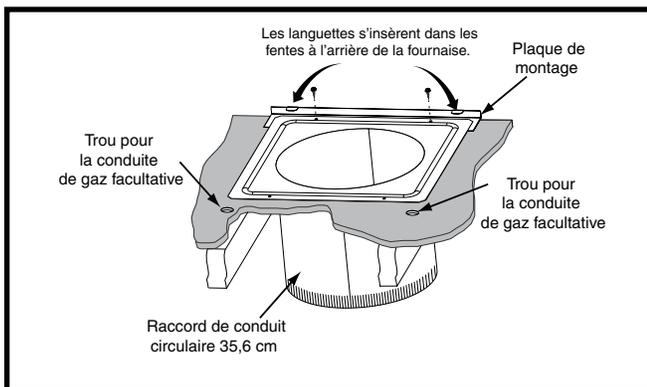

Figure 15. Raccord de conduit circulaire
2. Installez la plaque de montage (Figure 15 (page 17)) sous la surface arrière du raccord de conduit. **REMARQUE :** Assurez-vous que les trous de vis sont alignés dans les deux composants.